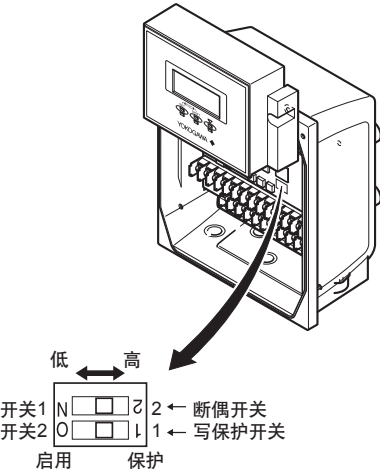

图6.3.3 硬件开关
(2) 小心连接至显示单元的接头和电缆，如图6.3.3所示移动显示单元，并设置开关。此时不要移除接头。
断偶功能设置CPU损坏时的电流输出方向。出厂时，断偶方向设置为High (即25 mA)；但是，如果已指定可选项代码C1，输出方向将设置为Low (即0 mA)。更改断偶方向时，必须使用断偶开关(即开关1)(参阅图6.3.3)。
写保护功能是为了防止参数被改写。写保护功能既可通过写保护开关(开关2)(参阅图6.3.3)实现，也可通过软件参数设置功能实现。如果启用这两项中的任一项，将禁止参数改写。